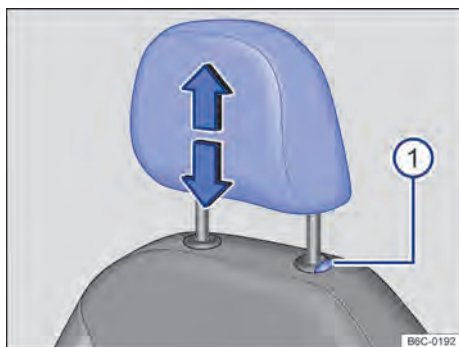
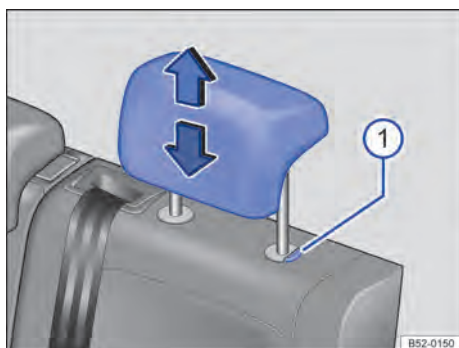

Fig. 63 Apoio para cabeça dianteiro: ajustar.
Fig. 64 Apoio para cabeça traseiros: ajustar.
- Deslocar o apoio para cabeça para cima ou para baixo na direção da seta com o botão → Fig. 63 ❶ ou → Fig. 64 ❶ pressionado → ⚠️ em *Introdução ao tema* na página 82.